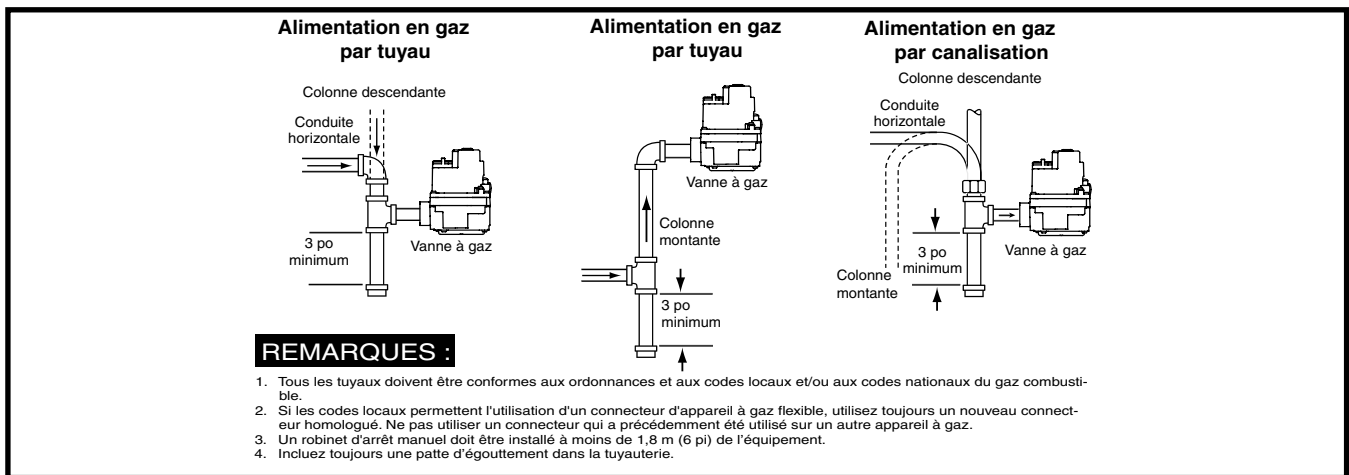

Figure 9. Raccords de gaz typiques
- Certaines réglementations locales exigent l'installation d'un robinet d'arrêt principal manuel et d'un raccord-union de mise à la terre à l'extérieur du générateur d'air chaud. Le robinet d'arrêt doit être facilement accessible pour l'entretien ou l'utilisation d'urgence. Voyez la Figure 9. Communiquez avec le service public local ou le fournisseur de gaz pour connaître les exigences supplémentaires relatives à l'emplacement du robinet d'arrêt de gaz principal manuel.
- Il faut installer un collecteur de condensat dans la longueur de conduite verticale acheminée jusqu'à l'appareil. Voyez la Figure 9.
Un branchement typique de l'alimentation en gaz est illustré à la Figure 9.